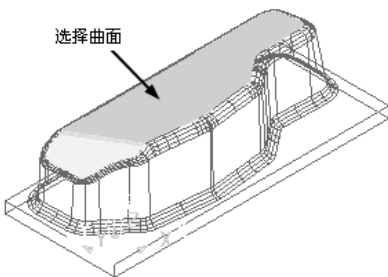
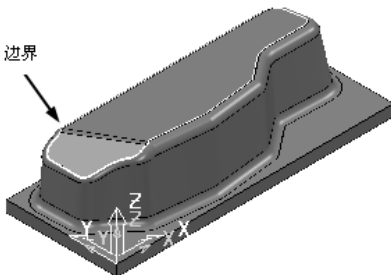

图 5-68 选择曲面 1
图 5-69 创建的边界 2
2) 选择图 5-68 所示的曲面, 然后单击“应用”按钮, 单击“接受”按钮即可完成边界创建, 如图 5-69 所示。